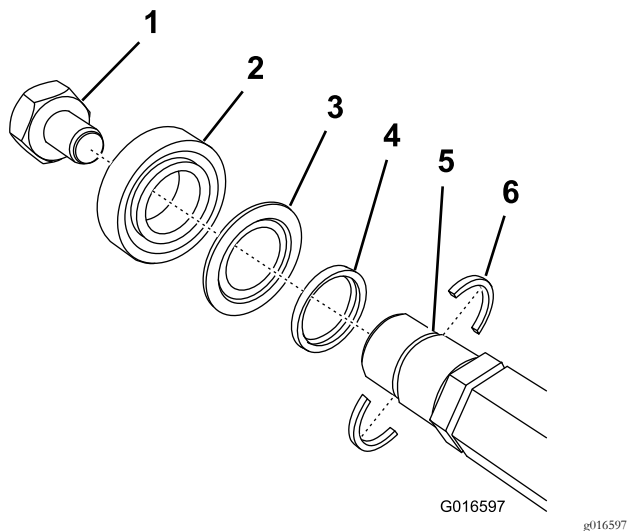

Рисунок 6
**Внимание:** Перед установкой подшипника на барабан убедитесь в том, что установлены 2 упора вала и проставка (Рисунок 6). Затяните гайки с кольцевыми вставками с моментом 136 Н•м.